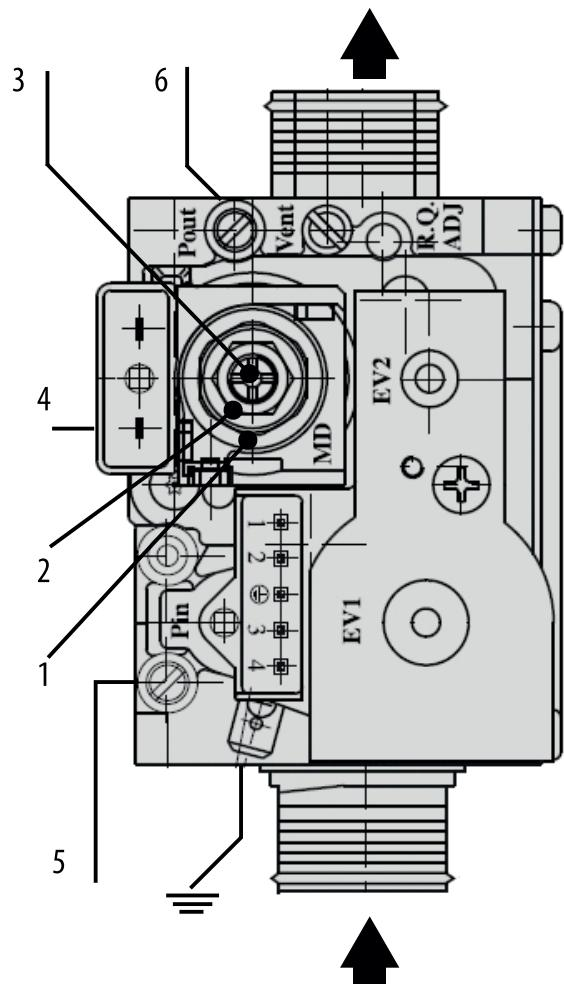

Рис. 13. Газовый клапан.
- Подключите газовый манометр к штуцеру замера давления газа «6» на выходе из газового клапана (см. рис. 13).
- Отсоедините один из проводов с клеммы модулирующей катушки газового клапана (поз. 4 – рис. 13).